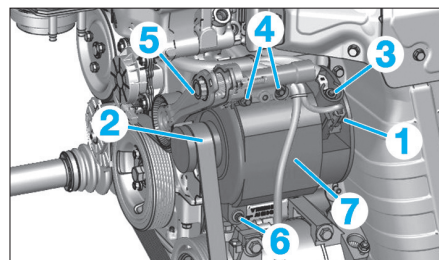

Fig. 1
- le connecteur (1) (Fig.1).
- la courroie d'accessoires (2) (voir opération correspondante au chapitre "Moteur EP6"),
- l'écrou (3),
- les vis (4),
- le galet tendeur (5),